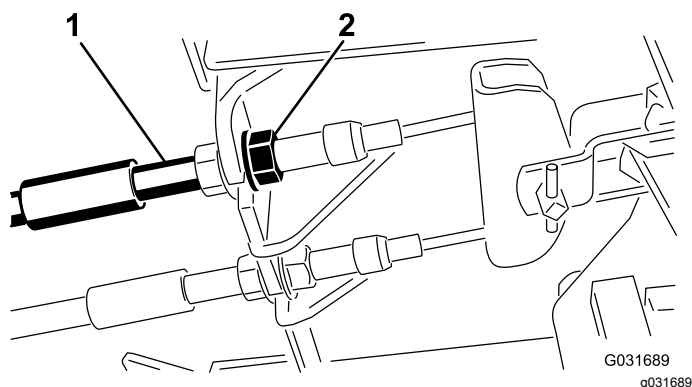

Figura 85
1. Per ridurre il gioco dei pedali del freno, stringete i freni allentando il dado anteriore sull'estremità filettata del cavo del freno (Figura 85).